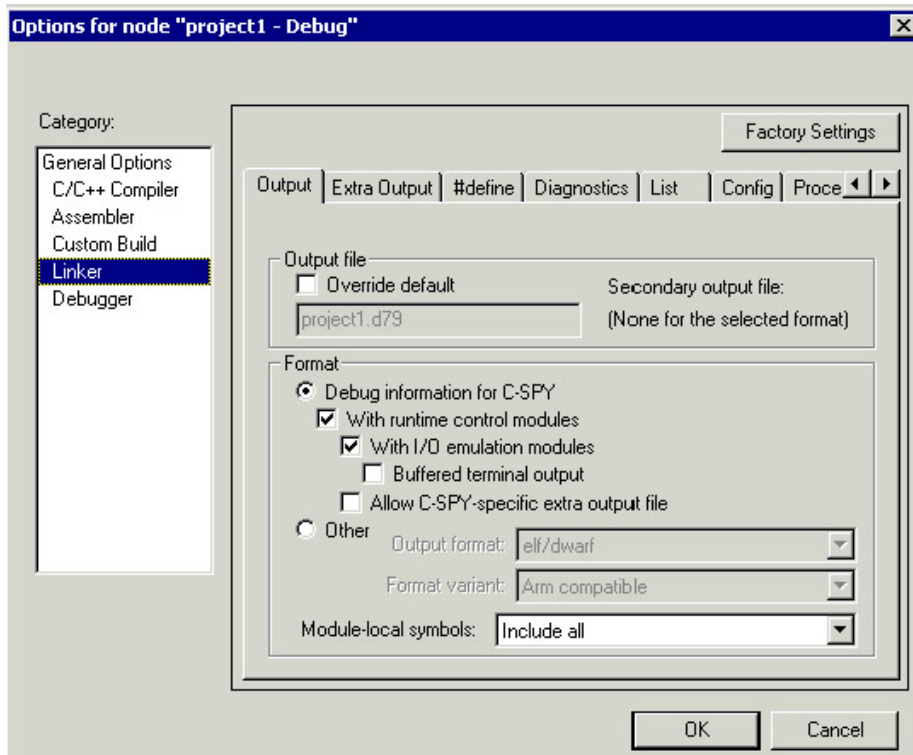
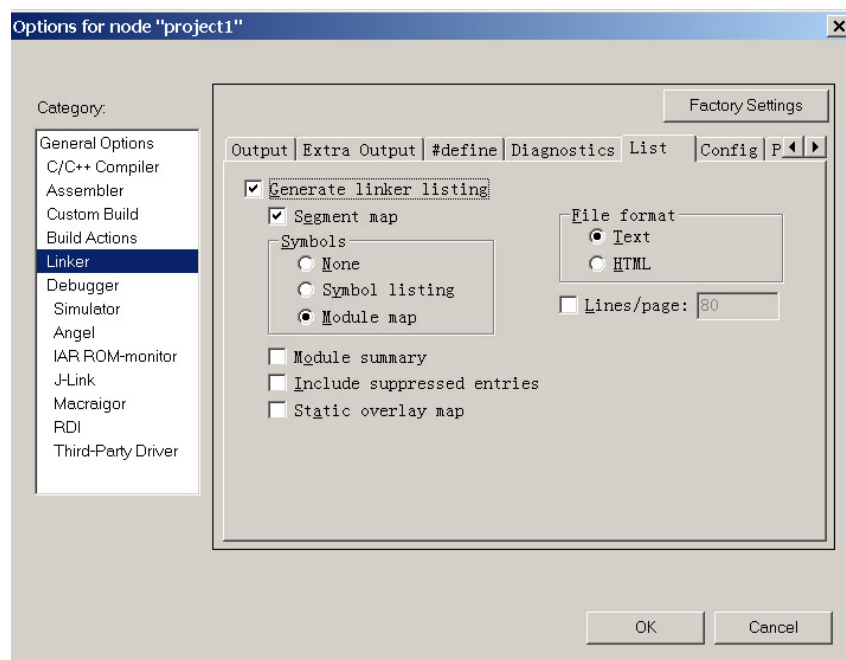

图 9. XLINK 参数选项窗口
图 10. XLINK 选项中的 list 页面
- ① 先选中 **Workspace** 窗口中的 **Project1 - Debug**，然后选择主菜单 **Project > Options**，弹出 **Options** 对话框，见图 9。在左边的 **Category** 中选择 **Linker**，显示 **IAR XLINK** 的各选项页面。
在 **list** 页面中选择 **Generate Linker listing** 和 **Segment map**（见图 10）。允许生成存储器分配 MAP 文件。
本例使用缺省的连接器命令文件，请见图 9 或图 10 中的 Config 页面。